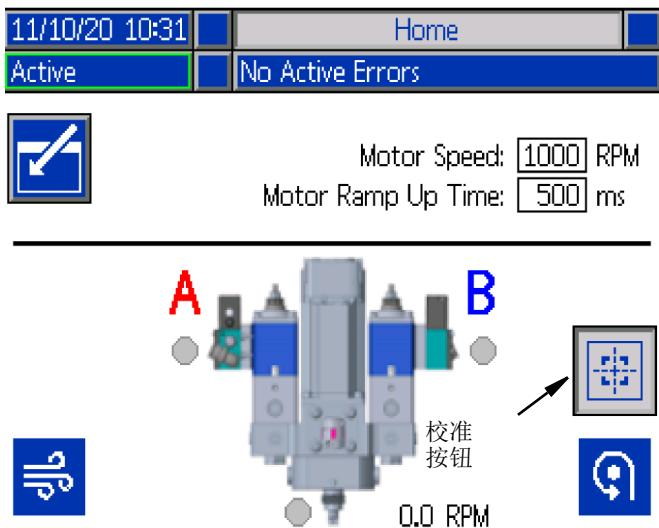

图 37
1. 拆下 AMD 盖 (BP)
4. 确认按下校准按钮 (右侧上方的按钮)，参见图 37。